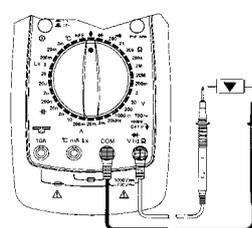

Рисунок 13
- (1) Вставьте штекер черного щупа в гнездо **COM**, а красного в гнездо **V**.
- (2) Установите поворотный переключатель в положение . Подключите щупы, как показано на рис. 13.
- (3) Если на дисплее Вы увидите только символ "0L", это означает состояние перегрузки.
- (4) При напряжении (низкий уровень) ≤ 0.8 В на дисплее появится символ "▼" и будет включен звуковой сигнал. При напряжении (высокий уровень) ≥ 2.0 В на дисплее появится символ "▲".